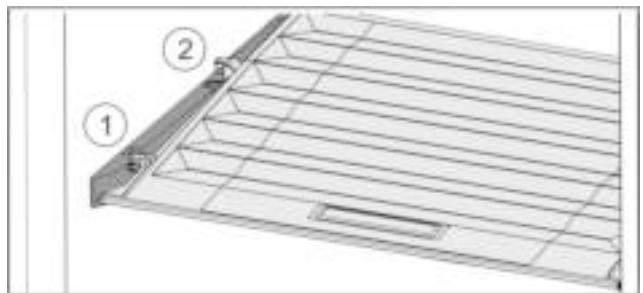

Fig. 32
- Deksel tot de opening in de vasthouders naar voren trekken Fig. 32 (1).
- Aan de achterkant vanaf de onderkant omhoog tillen en vanaf de bovenkant verwijderen Fig. 32 (2).